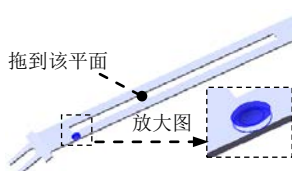
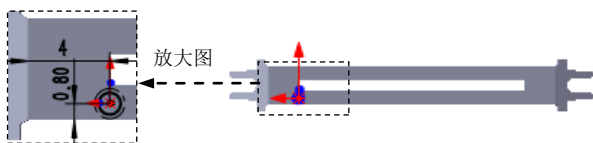

图 15.2.23 成形特征 1
图 15.2.24 编辑草图
Step6. 创建图 15.2.23 所示的成形特征 1。
(1) 单击任务窗格中的“设计库”按钮 ，打开“设计库”对话框。
(2) 单击“设计库”对话框中的  ch15 节点，在“设计库”下部的列表框中选择“barrette_shaped_tool_01”文件并拖动到图 15.2.23 所示的平面，在弹出的“成形工具特征”对话框中单击  按钮。
(3) 单击设计树中 barrette_shaped_tool_011 节点前的“加号”，右击 (-) 草图特征，在弹出的快捷菜单中单击“编辑草图”按钮 ，进入草图环境。
(4) 编辑草图，如图 15.2.24 所示。退出草图环境，完成成形特征 1 的创作。